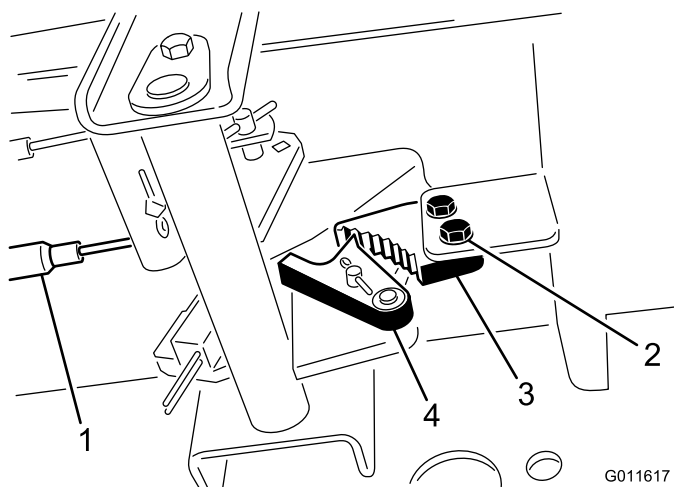

Bild 56
1. Lösen Sie die zwei Schrauben, mit denen die Sperre der Feststellbremse am Rahmen befestigt ist (Bild 56).
2. Drücken Sie das Pedal der Feststellbremse nach vorne, bis der Bremsauslöser ganz an der Bremssperre greift (Bild 56).